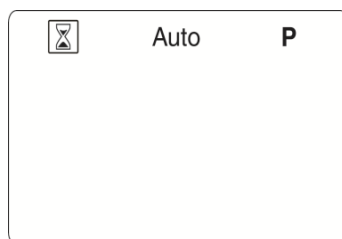

Fig. 9
- 1) Apăsați, de pe telecomandă, tasta (▶) până când va fi evidențiat printr-un chenar simbolul funcționării manuale, ca în Fig.9;